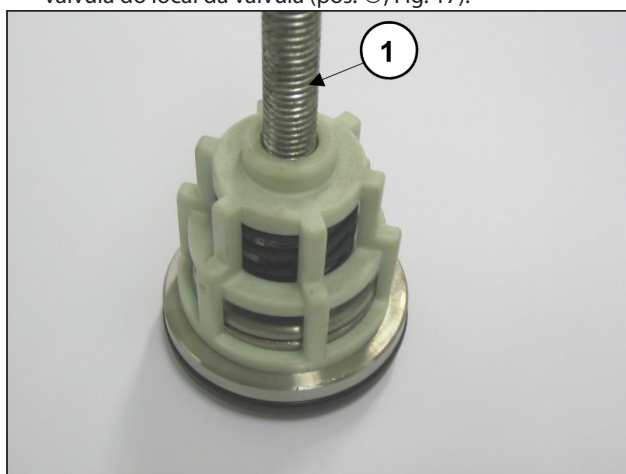

Fig. 17
- Desmonte os grupos da válvula de aspiração e de fluxo, soltando um parafuso M10 suficientemente longo, de modo a poder agir na placa da válvula e extrair a guia da válvula do local da válvula (pos. ④, Fig. 17).